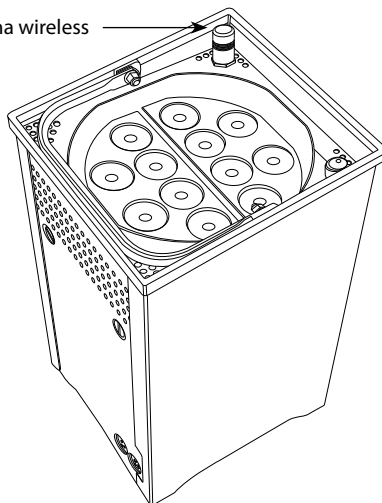

Fig.14
- Collegare il trasmettitore wireless DMX ad un controller DMX in modo che possa trasmettere il segnale alle unità collegate (fig.14).